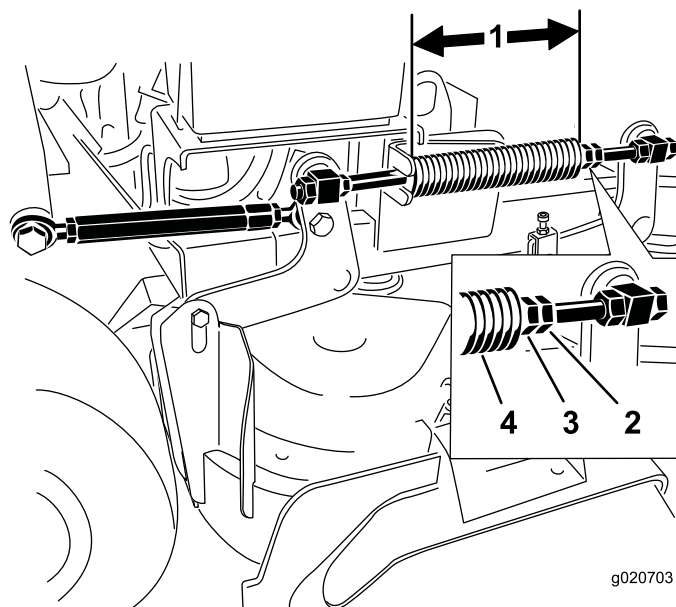

図 88
注 通常は、この長さが、36インチ91cmデッキでは 28.2cm、40インチ102cmデッキでは 25.7cm であることが必要である 図 88。
3. スプリングのジャムナットをゆるめ、各スプリングの前についているナットでこの距離を調整する 図 88。
4. スプリングのジャムナットを締めて調整ナットを固定する 図 88。